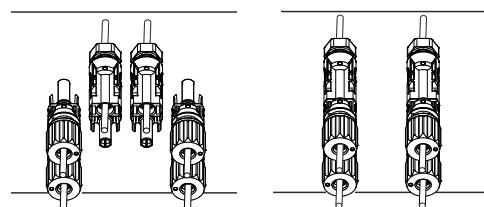

图5.6 直流输入端连接
- d) 最后，将直流连接器插入逆变器的正极和负极输入端，如图5.6所示。